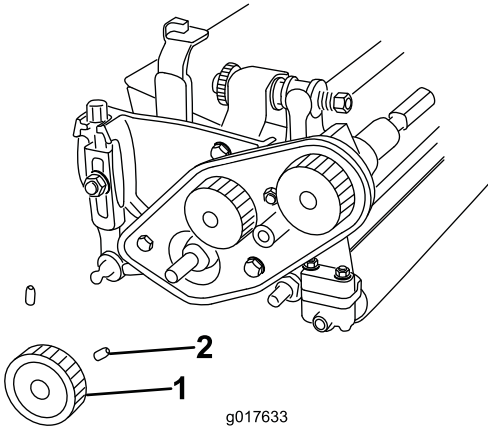

图5
- 3. 旋松固定下皮带轮的 2 个固定螺丝将皮带轮从滚刀轴上拆下 图5。
- B. 将下皮带轮安装至滚刀传动轴上用 2 个固定螺丝将其固定至传动轴的键上图5。